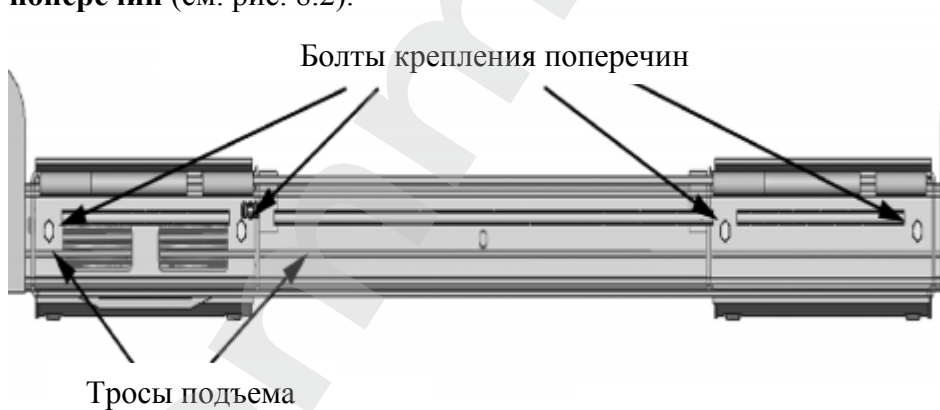

Рис. 8.2
2. Пропустите резьбовые концы тросов через концы каждой поперечины. При прокладке тросов, будьте внимательны, убедитесь, что они проходят под болтами крепления поперечин (см. рис. 8.2).